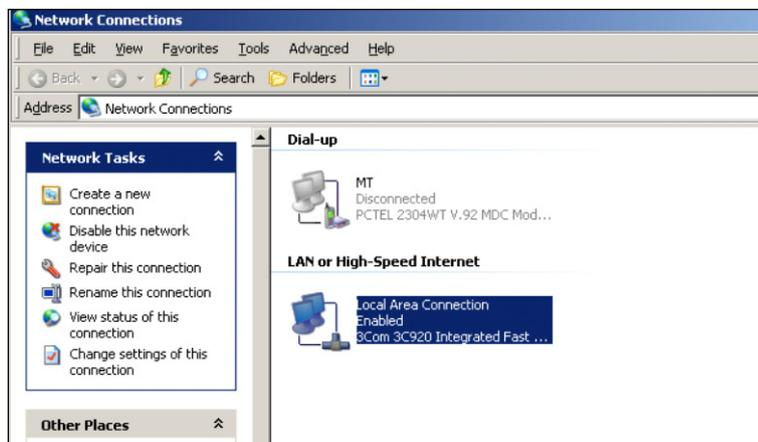

Abbildung B-5: Bildschirm Netzwerkverbindungen
5. Der in Abbildung B-5 gezeigte Bildschirm erscheint.